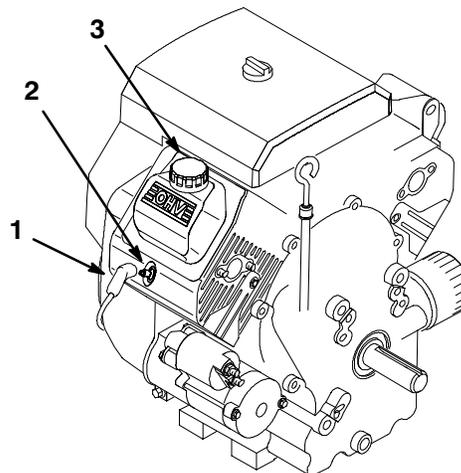

Figure 28
6. Verser lentement environ 80% du volume d'huile spécifié dans le goulot de remplissage (Fig. 28), puis contrôler le niveau d'huile, voir Contrôle du niveau d'huile, page 14. Rajouter de l'huile lentement pour amener le niveau jusqu'au repère du plein ("FULL") sur la jauge.
3. Débrancher le(s) fil(s) de la/des bougies (Fig. 28). Nettoyer tout autour des bougies pour ne pas introduire dans le moteur de la saleté qui risque de l'endommager.
3. Reconnecter les fils des bougies (Fig. 28).